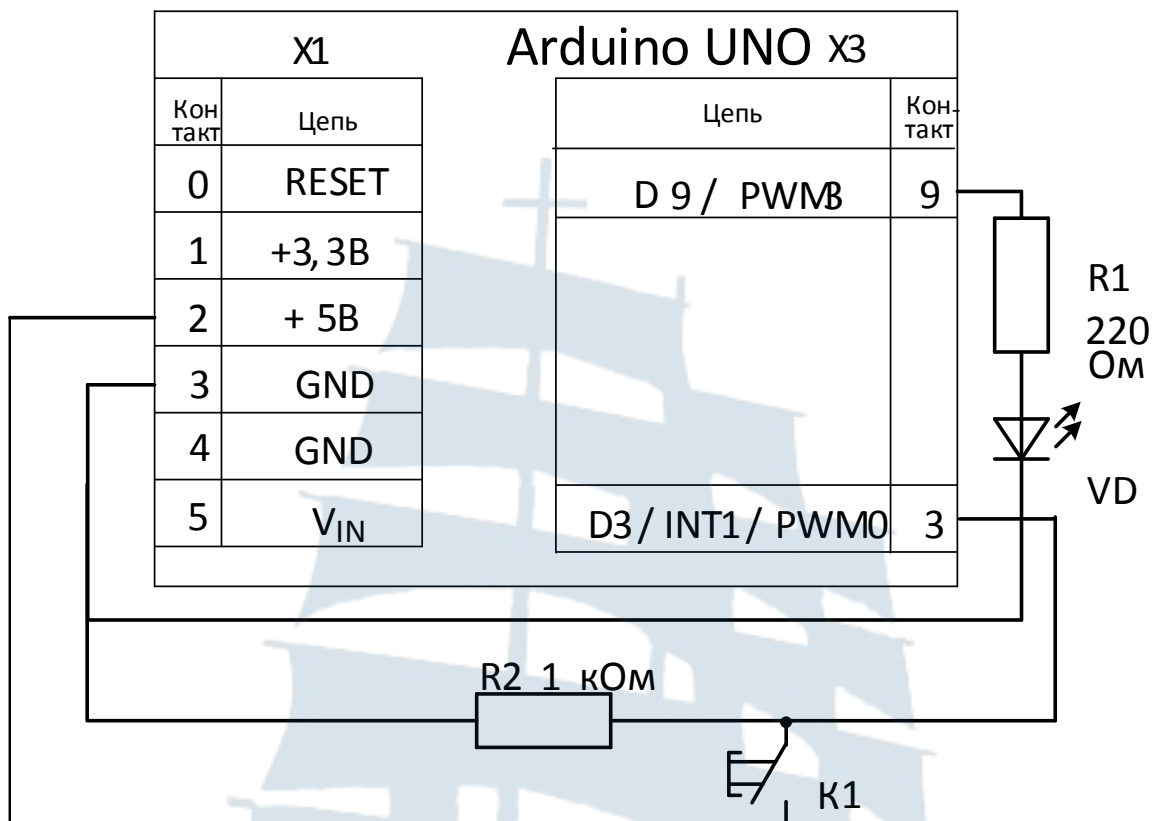

Рис. 2.5. Принципиальная схема подключения кнопки и светодиода к Arduino
4. Собрать схему подключения кнопки и светодиода на Arduino (рис. 2.5, 2.6).